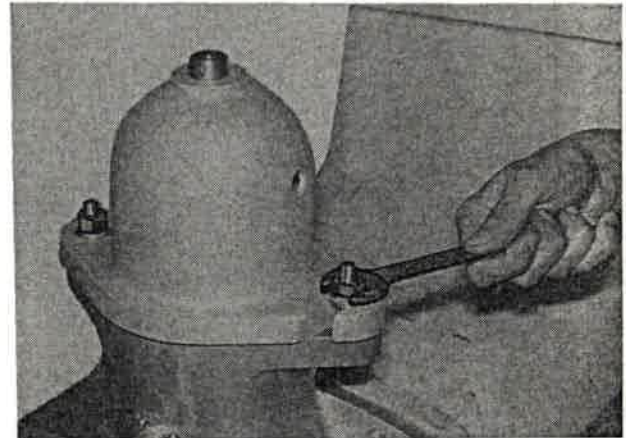

Bild 208
2.9 Sechskantmuttern lösen (Bild 208), Ausgleichzylinder verdrehen, aus dem Zwischengehäuse herausziehen und reinigen.